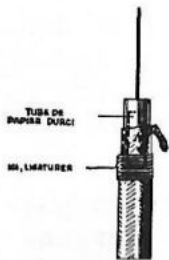

fig. 29
3. Si le câble a une isolation extérieure, la couper avec un couteau sur env. 18 mm (fig. 29)